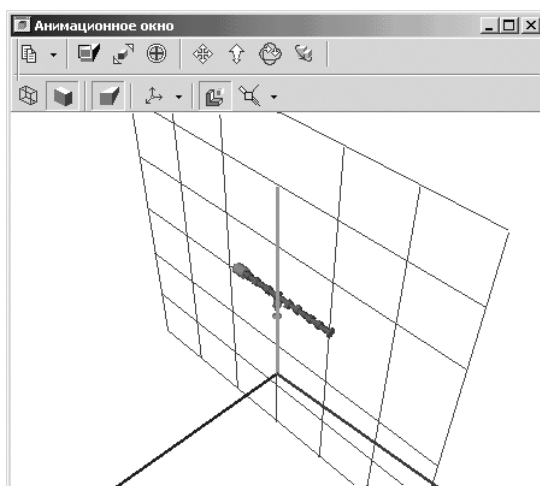

Рис. 1.112. Возможное состояние **Анимационного окна** для сборки кулачок – клапан с выбранной ориентацией **Изометрия XYZ**
- щелкните во всплывающем меню, например по пункту **Изометрия XYZ**. Появится **Анимационное окно**. Для сборки **кулачок – клапан** возможное состояние окна показано на рис. 1.112.